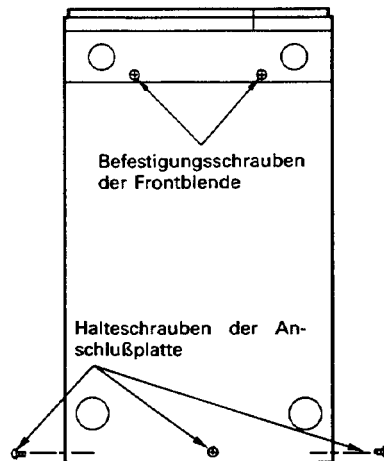

Abb. 2-3
Alle Teile der Platine können überprüft werden, wenn die beiden Schrauben der Frontblende entfernt werden (Abb. 2-3), die beiden Masseanschlüsse und die Frontblende von Chassis abgenommen werden.
2. Durch Lösen der 5 Befestigungsschrauben der Anschlußplatte (Abb. 2-3), Abziehen aller Stecker und nach hinten Klappen der Videoplatine wird die Rückseite der Platine zugänglich.